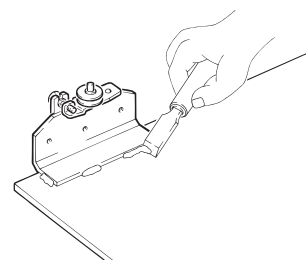

図 3-5-6
- [6] 10 分間経ったらおもりを外し、ガイドからはみ出した接着剤を削り取ってください (図 3-5-6)。
- (2) これ以降の作業は、4時間~6時間後にしてください。